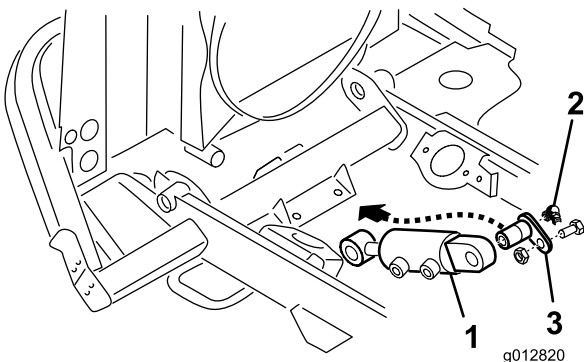

Bild 11
6. Befestigen Sie das stationäre Ende des Hydraulikzylinders mit einem Lagerbolzen an der Unterseite der Halterung für die Rahmenquerstrebe (Bild 11).